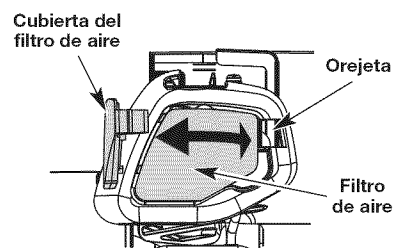

Fig. 22
- Abra la cubierta del filtro de aire presionando hacia dentro la lengüeta de traba y sacando la cubierta del filtro (Fig. 22).
- Retire el filtro de aire (Fig. 22).
- Vuelva a colocar el filtro de aire en la placa de base (Fig. 22).
- Vuelva a instalar la tapa del filtro de aire. Coloque las dos pequeñas lengüetas de la cubierta del filtro de aire sobre las dos ranuras de la placa posterior y presione la cubierta hacia abajo, cerciorándose que la lengüeta y la ranura estén bien alineadas, hasta que encaje en su lugar (Fig. 22).